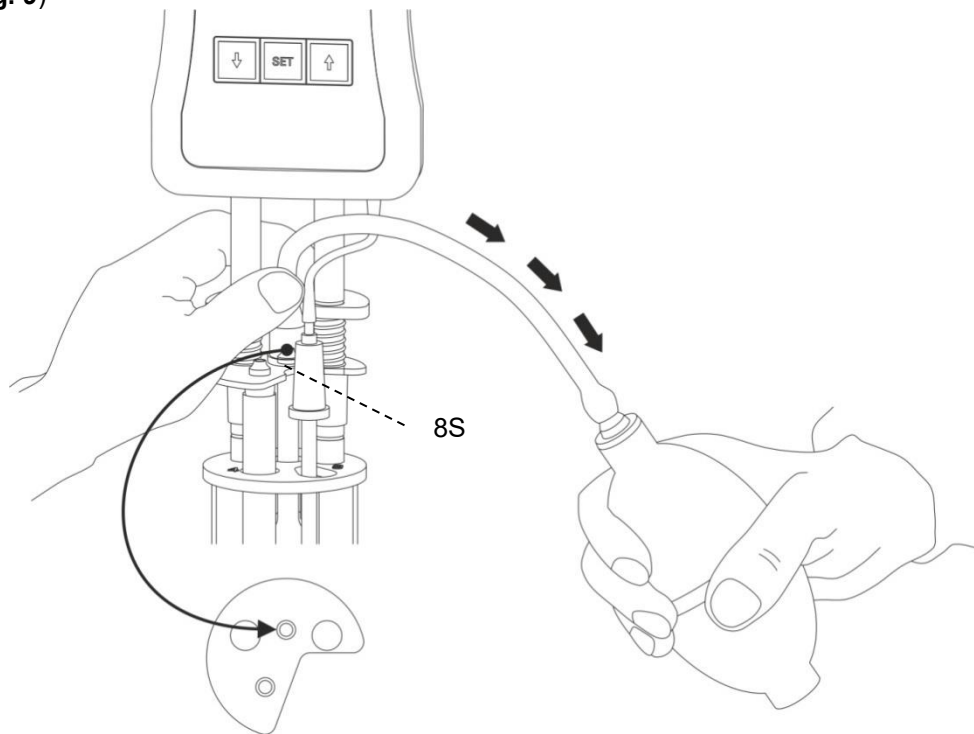

Fig. 9 Operación de succión con bomba manual VZ 6554
**¡Después de presionar el botón de inicio (16), no siga bombeando más líquidos de muestra con la bomba manual en la esfera de medición!** La válvula de ventilación incorporada en el ViscoClock *plus* se abre. Al usar viscosímetros Ubbelohde (con tubo de ventilación) y durante la operación de empuje, si se bombea la muestra mediante el tubo de ventilación en el ViscoClock *plus*, **¡El equipo puede dañarse a consecuencia de esto!**
- (b) sobre el tapón de silicón 8S sobre el tubo capilar (22) con operación de succión (véase la  Fig. 9)